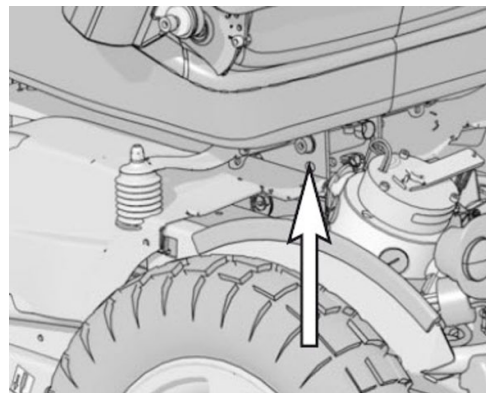

Bild 80. Sitsens bakre fäste på chassit utan elektrisk sitslyft
1. Ställ rullstolen på en jämn yta och höj sitslyften för att komma åt bättre. Om batteriet är helt slut är det möjligt att manuellt höja sitslyften med hjälp av skruven som sitter i chassits främre kant under sitsen. Skruven får inte snabbköras med skruvdragare. Vid fast sitsfäste, demontera bakre chassikåpan, demontera sedan sitsens bakre fästskruv och vik sitsen framåt. Se bild 80.